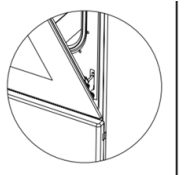

Abbildung 16.1
- Schließen Sie dann die Backofentür, bis sie an der Scharnierverriegelung anliegt. (Siehe Abb. 16.1).